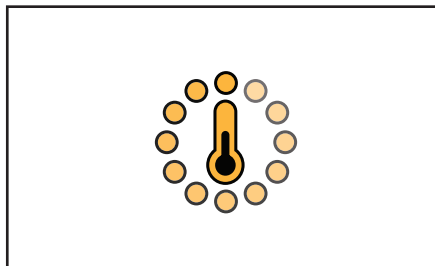

Fig. 4.12- Oppvarmingsikon
3. Varmeikonet (opptatt termometer) vises på berøringsskjermen (fig. 4.12).